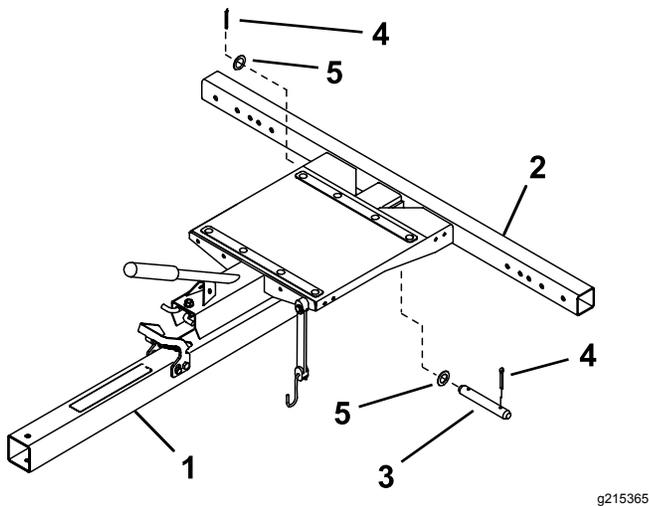

Figura 1
1. Insira o conjunto do grafo no conjunto da estrutura alinhando os furos de montagem traseiros (Figura 1).
2. Prenda o conjunto do grafo na montagem da estrutura com um passador de forquilha, duas anilhas e dois contrapinos (Figura 1).